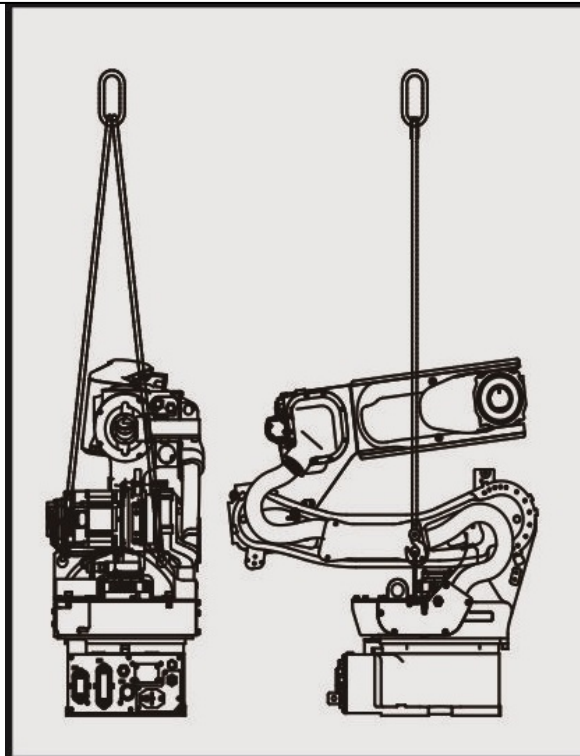

图 4.1 机器人搬运姿态
- (1) 必须把机器人调整到搬运姿态（参考图 4.1）。
- (2) 锁紧机器人腰部的吊环。
- (3) 用满足机器人搬运要求的吊带，或者钢丝绳，穿过吊环。
- (4) 在吊带与机器人本体有接触的地方，垫上缓冲材料。
- (2) 使用能够承受机器人重量的托盘。
- (3) 将机器人用 M16 螺栓固定在托盘中。禁止在托盘边沿放置机器人。
- (4) 搬运时，必须缓慢平稳，防止机器人在搬运过程中晃动。